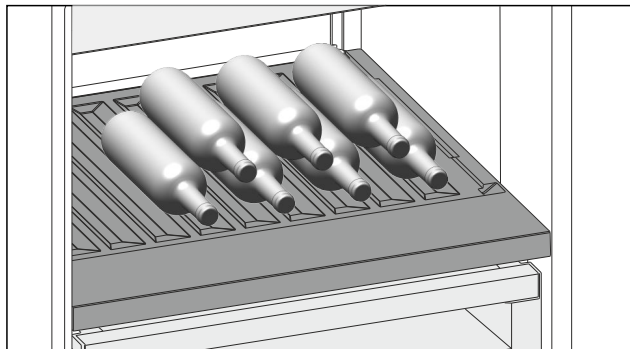

Fig. 173 Shembull ilustrues
- ▶ Shtirni shishet me fundin të drejtuar në faqen e pasme të frigoriferit. (shihni Fig. 173)